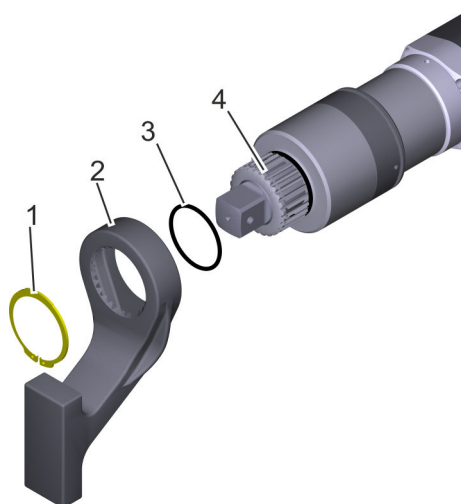

Fig. 11: Sikring af reaktionsarmen
Skub forsigtigt O-ringen (Fig. 11/3) på fortandingen (Fig. 11/4) på momentnøglen.
3. ➔ Sæt reaktionsarmen (Fig. 11/2) på fortandingen.
- 4.** ➤ Skub låseringen (Fig. 11/1) på og klem den fast ved hjælp af låseringstangen (Fig. 12).